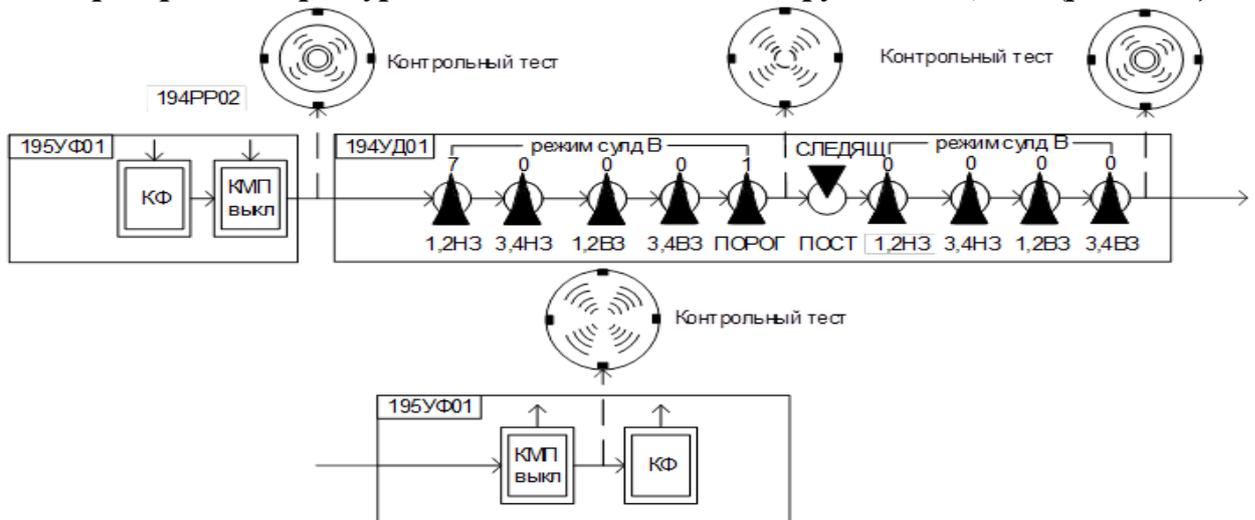

Рис. 7.12. Проверка аппаратуры автоматического обнаружения целей
6. Проверка аппаратуры автоматического обнаружения целей (рис. 7.12).